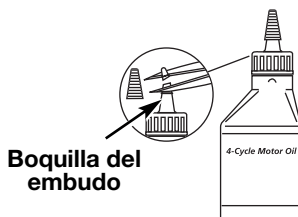

Fig. 3
Su unidad trae una botella de aceite SAE 30 SF, SG, SH de 90 ml (3,04 onzas fluidas) (Fig. 3).
- Desenrosque la tapa de la botella de aceite y retire el sello de papel que cubre la apertura. Vuelva a colocar la tapa. Corte la punta de la boquilla del embudo (Fig. 3).